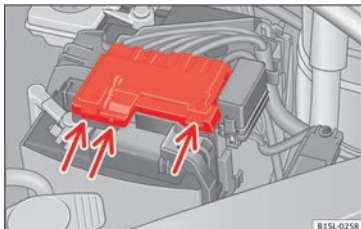

Abb. 172 Im Motorraum: Abdeckung für die Fahrzeugbatterie abnehmen.
- Auf die Laschen »» **Abb. 172** (Pfeile) in Pfeilrichtung drücken und die Batterieabdeckung nach oben abnehmen.